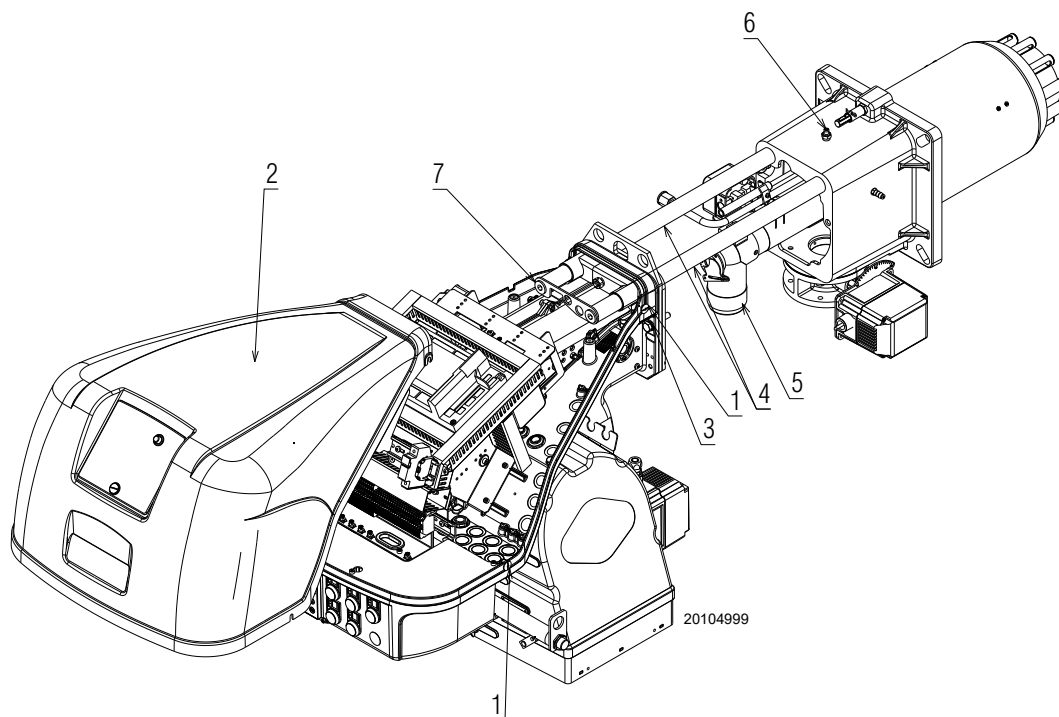

Fig. 35
Asigurați-vă că orificiile de ieșire a gazului pentru faza de aprindere, prezente în distribuitorul capului de ardere, sunt lipsite de impurități sau depuneri de rugină. În caz de îndoială, scoateți cotul (Fig. 35 la pag. 37).
- Slăbiți cele 4 șuruburi 1)(Fig. 35) și scoateți capota 2;